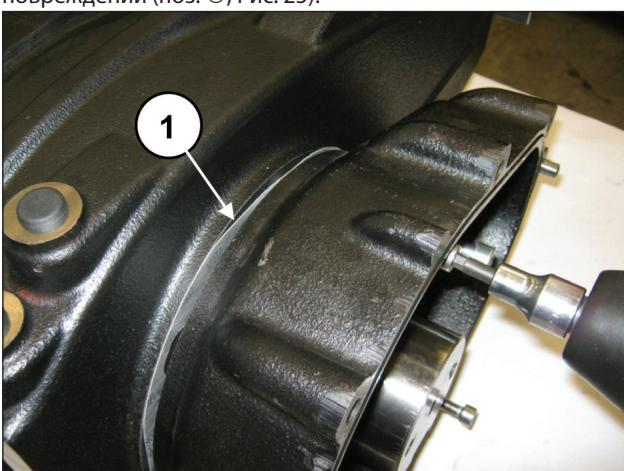

Рис. 24
Постепенно закручивайте 3 винта M8 (поз. ①, Рис. 24) для предупреждения слишком сильного наклона корпуса и его застопоривания в гнезде.